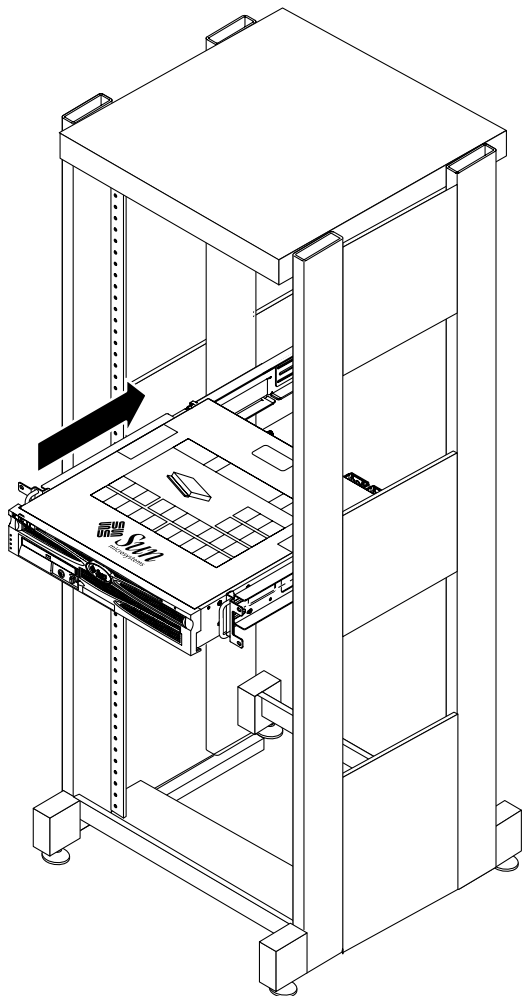

图 3-20 将服务器滑到可调导轨上
11. 抬起服务器，将它滑到机架中的可调导轨上（图 3-20）。